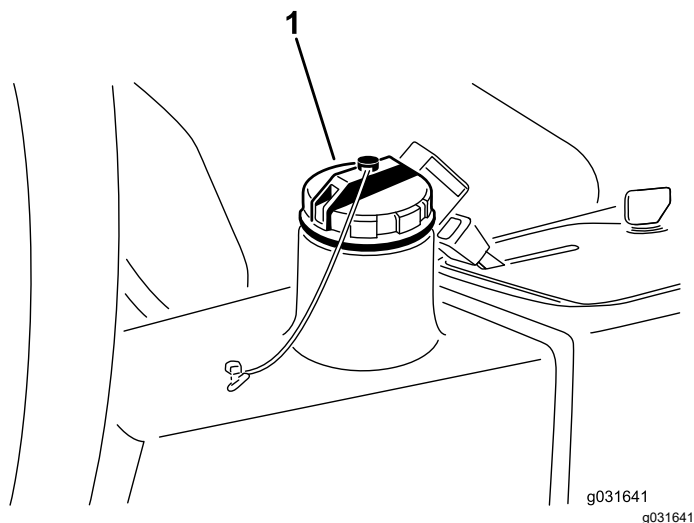

Figura 66
4. Encha o reservatório (**Figura 66**) com aproximadamente 13,2 litros de fluido hidráulico; consulte Especificações do fluido hidráulico (página 54) e Verificação do nível do fluido hidráulico (página 55).